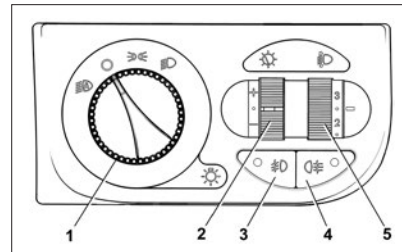

Рис. 47. Модуль управления светотехникой
**1 – переключатель наружного освещения** (рис. 47) имеет четыре фиксированных положения:
Включение передних противотуманных фар и задних противотуманных фонарей происходит при нажатии на клавиши модуля управления светотехникой соответственно 3 и 4 (рис. 47), если включены ближний или дальний свет фар (кроме того, при включенных габаритных огнях можно включить либо только передние противотуманные фары, либо противотуманные фары совместно с противотуманными фонарями). В случае выключения зажигания при включенных противотуманных фона-